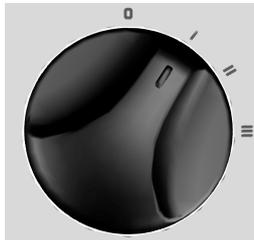

fig. 3
- Drehen Sie zur Aktivierung des Gerätes den Knopf "A" so, dass der Bezug "I" (Abb. 1) mit dem Symbol "I" (Abb. 3) mit dem Symbol "I" auf der Bedienkonsole zentriert ist (Abb. 3).